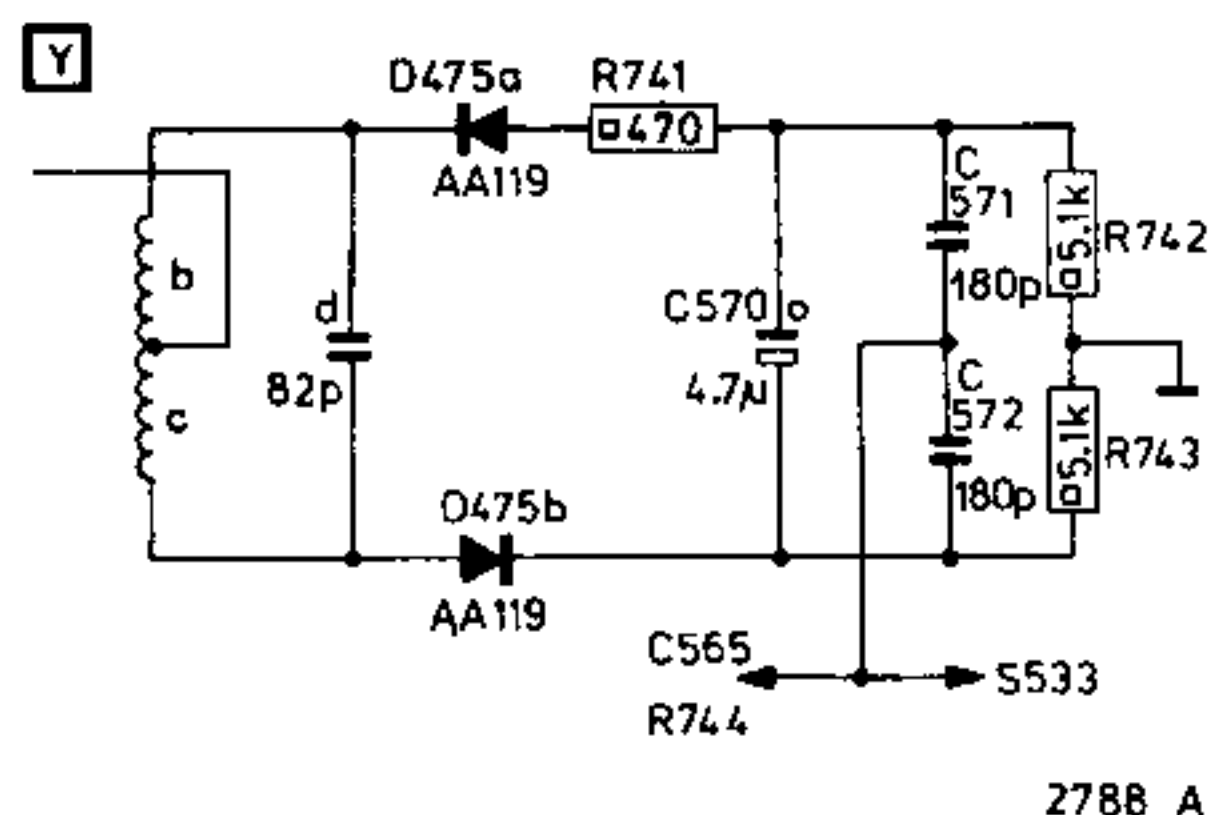

Fig. 2
7. Ter verbetering van de signaal/ruisverhouding van zwakke signalen is C570 (4,7 μ F $\bigcirc$) toegevoegd (fig.2).
7. Pour améliorer le rapport signal/bruit de signaux faibles C570 (4,7 μ F $\bigcirc$) a été ajouté (fig.2).
7. Zur Verbesserung des Signal-Rausch-Verhältnisses der schwachen Signale ist C570 (4,7 μ F ○) hinzugefügt worden (Abb.2) .